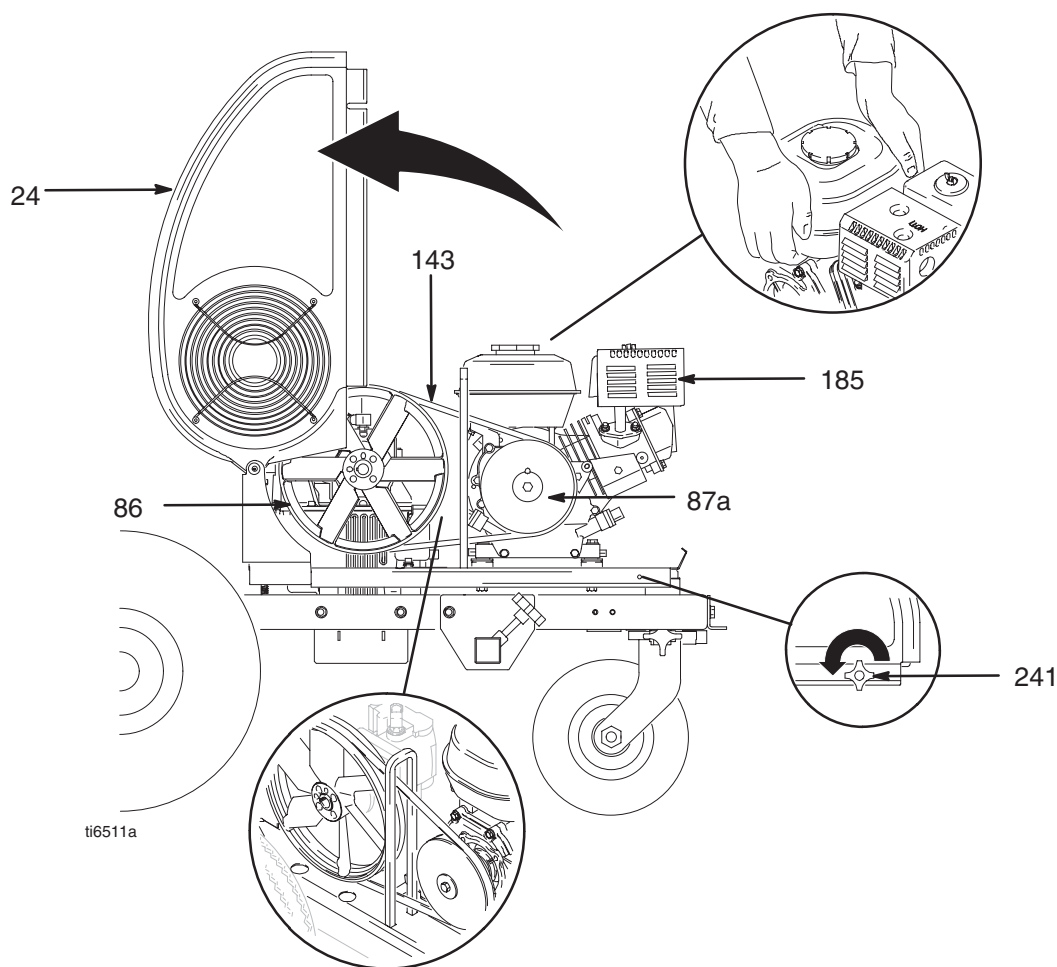

Fig. 5
2. Fig. 5. Afloje el botón de la protección de la correa (241).
3. Gire hacia arriba la protección de la correa (24).
4. Levante el motor (185) para retirar la tensión en la correa (143).
5. Retire la correa de la polea (86) y la polea del ventilador (87a).